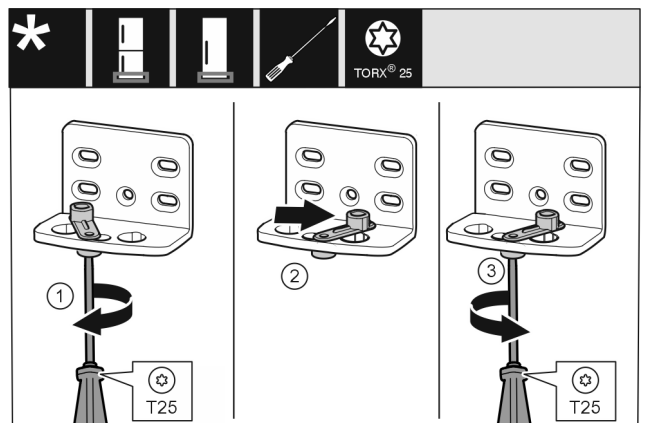

Fig. 16
- ▶ Afloje el tornillo Fig. 16 (1) con el destornillador.
- ▶ Levante el dispositivo de cierre de la puerta Fig. 16 (2) y gírelo 90° a la derecha hacia el orificio.
- ▶ Apriete el tornillo Fig. 16 (3) con el destornillador.